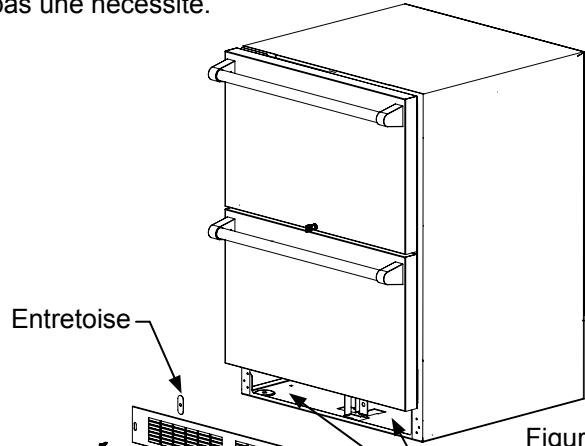

Figure 14
8. Enlevez la grille de protection frontale (voir les figure 14), et utilisez une brosse et un aspirateur pour éliminer la saleté et les débris de sous l'appareil.